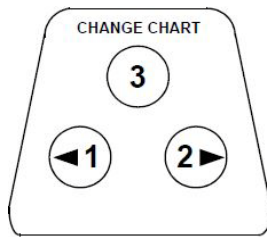

Figura 16. Druckempfindliche Schaltflächen
2. Drücken Sie die Schaltfläche (3 in *Figura 16*) und halten Sie sie ca. eine Sekunde lang gedrückt. Der Stift bewegt sich aus dem Messbereich.
3. Vergleichen Sie die vom Datenerfassungssystem erfasste Temperatur mit der gemessenen Temperatur. Justieren Sie gegebenenfalls das Datenerfassungssystem, indem Sie seine rechte und linke Schaltfläche (1 und 2 in *Figura 16*) ca. 5 Sekunden lang gedrückt halten.